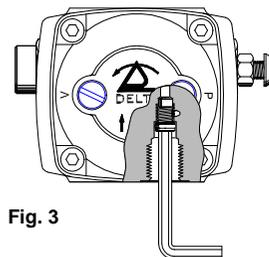

Fig. 3
- Inserire ed avvitare la boccia di by-pass all'interno del foro di ritorno (Fig. 3).
- Usando una chiave brugola da 4 mm, svitare la boccia by-pass dal foro di ritorno (Fig. 3).